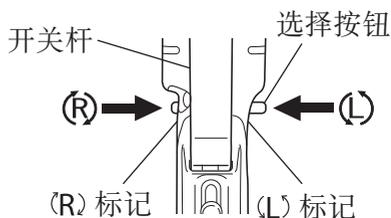

图 7
按选择按钮的 R (右) 侧，钻头便会顺时针 (从后方看时) 旋转；按选择按钮的 L (左) 侧则使钻头逆时针旋转 (参照图 7) (机身上标有 (L) 和 (R) 标记)。